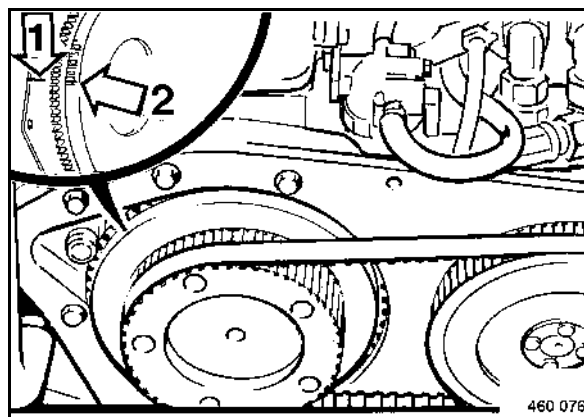

fig. 123
- Aligner le repère "1TC" 2 (fig. 123) sur le volant moteur avec le repère (1) sur le carter.